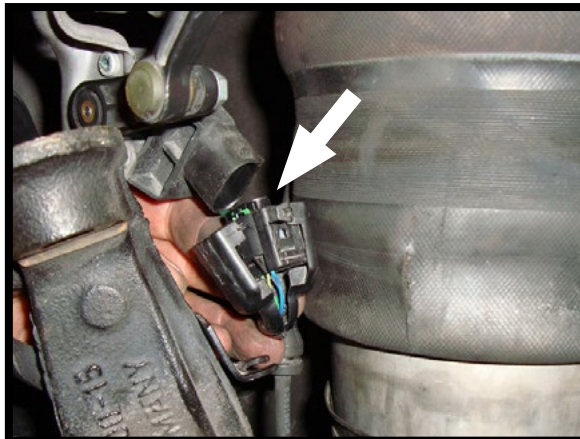

ABBILDUNG 10-7
8. STECKVERBINDER DES RECHTEN NIVEAUSENSORS LÖSEN. (ABBILDUNG 10-7)